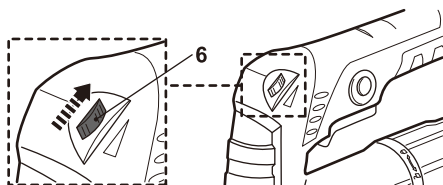

Fig. 9
> Rode o seletor de velocidade (6) para a direita (desde a perspectiva do utilizador) para diminuir a velocidade máxima (Fig. 9).